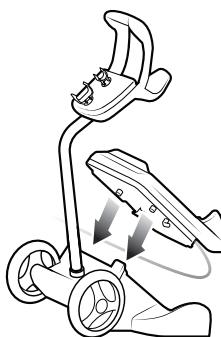

Figura 2. Montaje de la estación de carga
1. Inserte la estación de carga en el carro de carga. Introduzca firmemente las guías de la estación de carga en los orificios del carro de carga hasta que la estación quede bien sujetada (consulte la Figura 2).